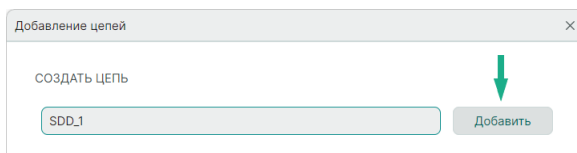

Рис. 173 Добавление новой цепи в список добавленных цепей
2) В поле «Создать цепь» введите имя новой цепи и нажмите кнопку «Добавить», см. Рис. 173.